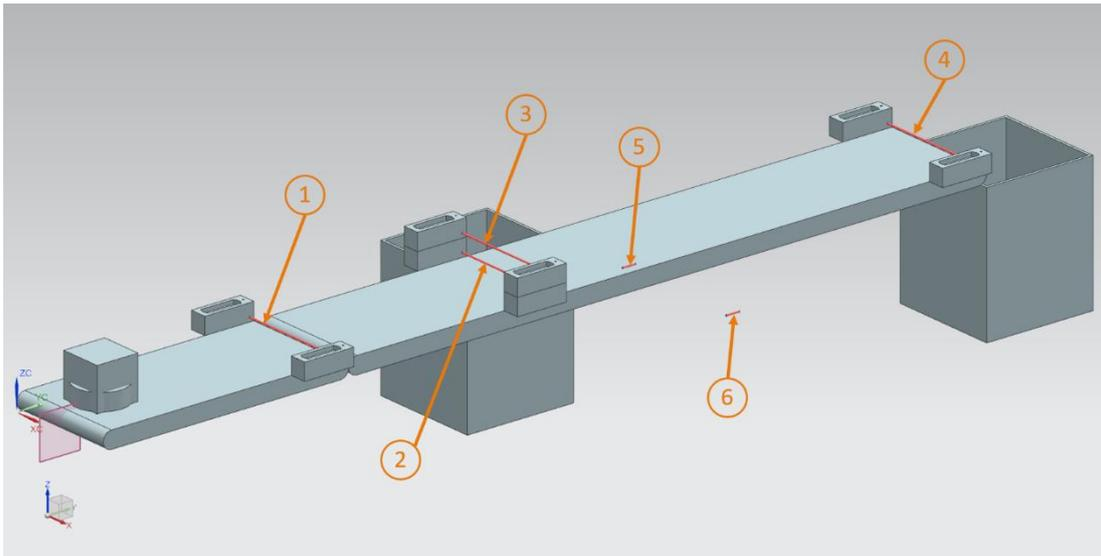
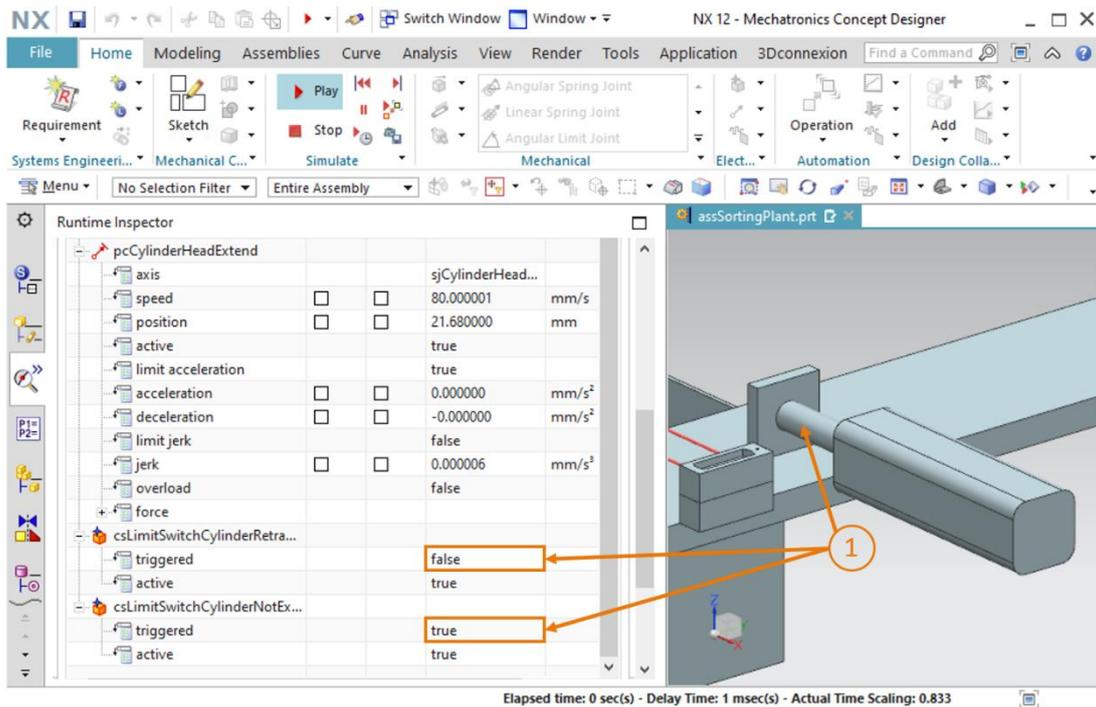

Figura 51: Visione d'insieme di tutti i sensori d'urto dell'impianto di smistamento
Figura 52: Comportamento dei sensori d'urto delle fotocellule durante la simulazione
→ La procedura ora descritta ha consentito di creare il primo sensore d'urto (evidenziato nella Figura 51, step 1). Definire i sensori d'urto rimanenti nel seguente modo:
- creare la **fotocellula inferiore posta al centro del secondo nastro trasportatore "conveyorLong"** (vedi Figura 51, step 2) con il nome **"csLightSensor Cylinder"** per il rilevamento dei pezzi cilindrici.
- Creare la **fotocellula superiore posta al centro del secondo nastro trasportatore "conveyorLong"** (vedi Figura 51, step 3) con il nome **"csLightSensorCylinderTop"** per distinguere tra i pezzi cilindrici e parallelepipedi. La distinzione avviene sulla base del fatto che i pezzi hanno altezze diverse, per cui quelli cilindrici, più piccoli, interrompono solo la fotocellula inferiore, mentre quelli cubici, più grandi, le interrompono entrambe.
- La **fotocellula alla fine del nastro trasportatore lungo "conveyorLong"** (vedi Figura 51, step 4) conta i pezzi rimasti sul nastro trasportatore, che sono costituiti esclusivamente da parallelepipedi. Il sensore d'urto deve essere denominato **"csLightSensorCube"**.
- Il **sensore di finecorsa alla fine dell'espulsore** (vedi Figura 51, step 5) determina se l'espulsore non è ancora completamente estratto. In questo caso andare nell'Assembly Navigator (Navigatore assiemi) e selezionare come oggetto per il sensore d'urto il **sensore limitSwitch all'estremità dell'espulsore**. Denominare il sensore d'urto **"csLimitSwitchCylinderNotExtended"**.
- Il **sensore di finecorsa all'inizio dell'espulsore** (vedi Figura 51, step 6) segnala che l'espulsore è completamente inserito. Assegnare al sensore d'urto il **"csLimitSwitchCylinderRetracted"**.
→ Avviare la simulazione come indicato nel Capitolo 7.1, "**Sezione: Avvio e arresto di una simulazione in MCD**". Cominciare testando solo il comportamento delle fotocellule dell'impianto di smistamento. Nel Runtime Inspector (Controllo runtime) impostare su "**true**" il segnale **active** dei regolatori di velocità "**scConveyorShortConstSpeed**" e "**scConveyorLongConstSpeed**" e il segnale **active** degli altri regolatori su "**false**". Nella simulazione si può vedere che i due pezzi vengono trasportati. Quando i sensori d'urto delle fotocellule vengono attraversati (vedi Figura 51, step 1 – 4) le rispettive caselle "**triggered**" vengono impostate su "**true**", in caso contrario restano su "**false**". Un esempio di questo comportamento è la prima fotocellula "**csLightSensorWorkpiece**" nella Figura 52, step 1.